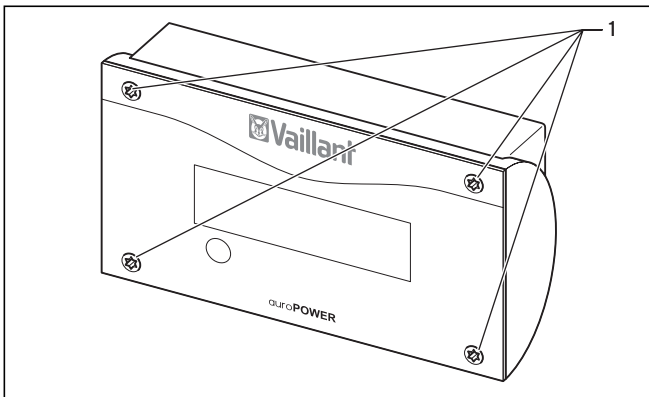

Abb. 4.1 VPI-Display
- Schrauben Sie dazu die vier Schrauben (1, in Abb. 4.1) mit einem Torx-Schlüssel heraus und nehmen Sie die Frontplatte ab.